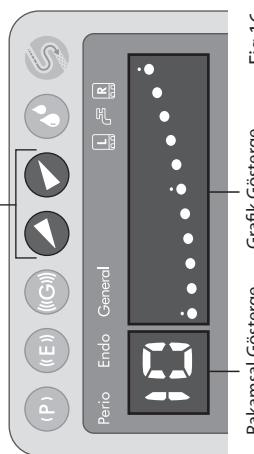

Fig. 16
- 2) Ön panel üzerindeki Güç seviye butonunu yardım ile güç seviyesini belirleyiniz. Grafik gösterge ile rakamsal gösterge seçilen güç değerini gösterir. (Fig. 16) Seçilen güç seviyesinin kullanılucun güç ayar aralığında olmasına dikkat edin.